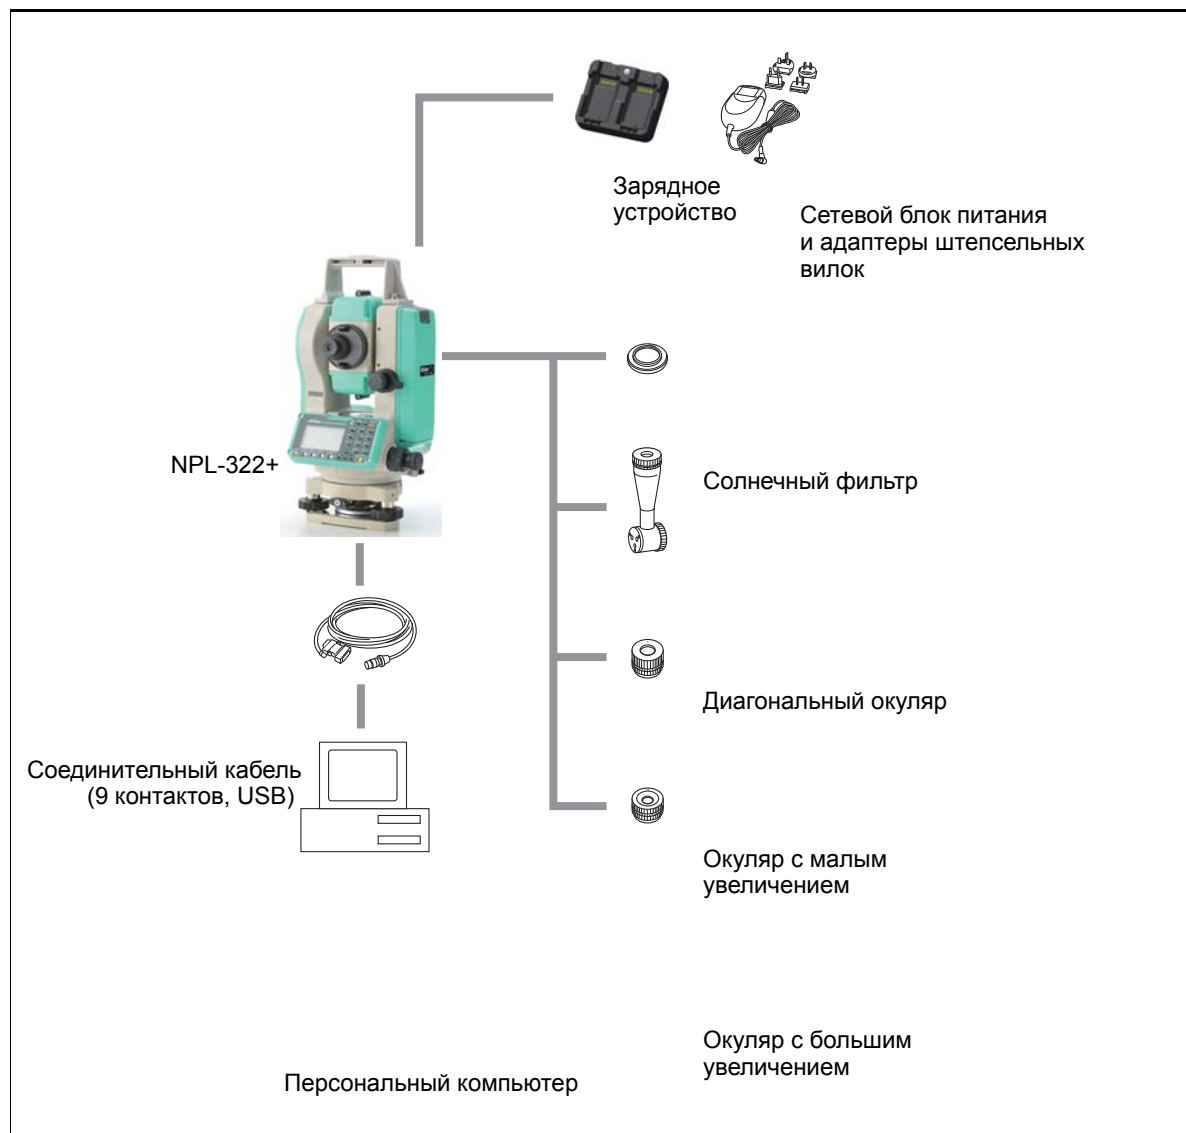

Рисунок 8.1 Компоненты измерительной системы
**ПРЕДОСТЕРЕЖЕНИЕ** – Соединения, не показанные на Рис. 8.1 на стр. 160 являются опасными для соединяемых приборов, используйте их на свой собственный риск.